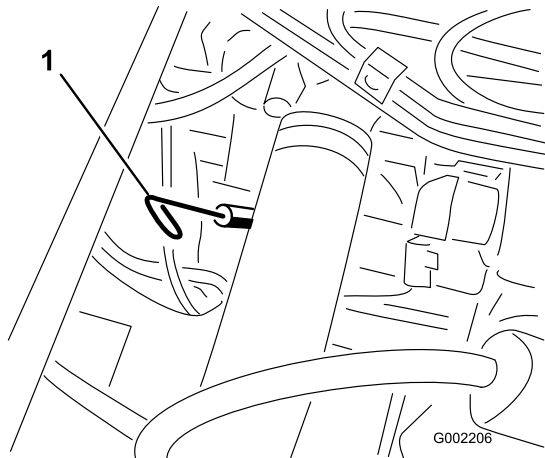

Figure 37
2. Retirez la jauge, située sous le siège du passager, et essuyez-la sur un chiffon propre (Figure 37). Remettez la jauge dans le tube en vérifiant qu'elle est enfoncée au maximum. Sortez de nouveau la jauge et vérifiez le niveau d'huile.
13. Retirez le bouchon de remplissage et versez lentement environ 80% de la quantité d'huile spécifiée dans le moteur par l'orifice de remplissage (Figure 37).